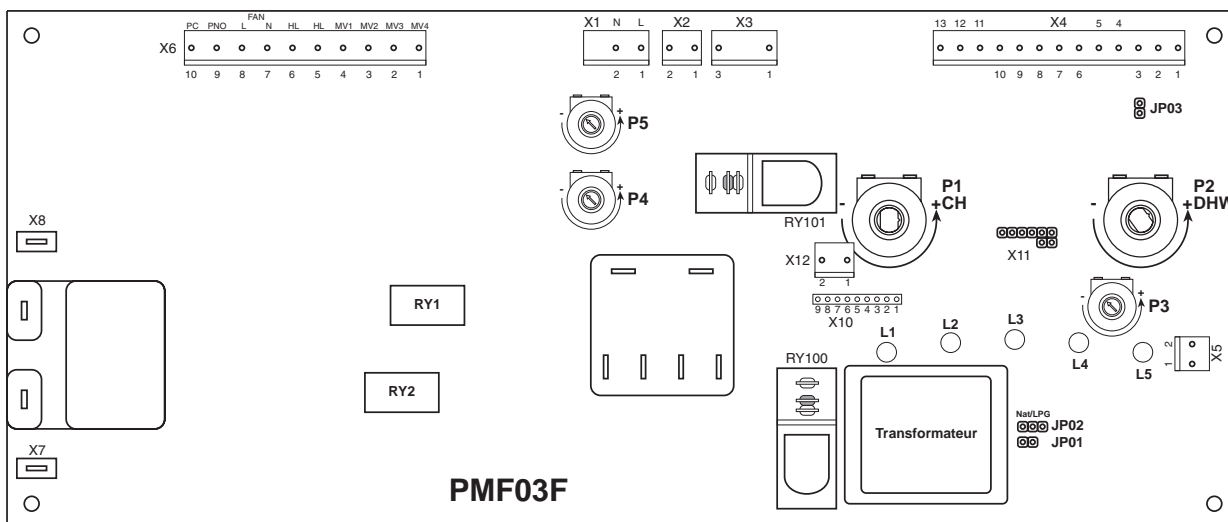

fig. 11b
- 2 Tourner le tableau de bord (fig. 11b)